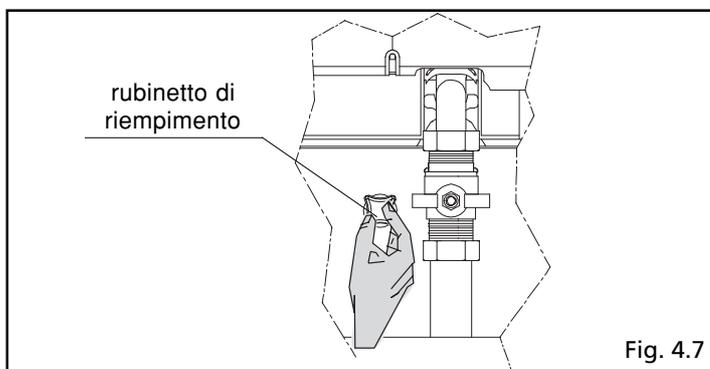

Fig. 4.7
- verificare la pressione del circuito idraulico sull'idrometro (fig. 4.6); se è inferiore a 0,5 bar, riportare al valore corretto agendo sul rubinetto di riempimento (fig. 4.7). L'operazione è da eseguire con impianto a freddo (caldaia non funzionante)